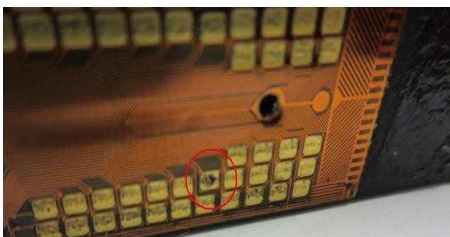

Figura 5-7
- Problemas como o ilustrado na Figura 5-7 é uma das principais causas de degradação da qualidade da impressão, causada pelo mau contato de um pino danificado. Este tipo de dano irreversível é resultado do uso de força excessiva e inserção inadequada do cartucho.